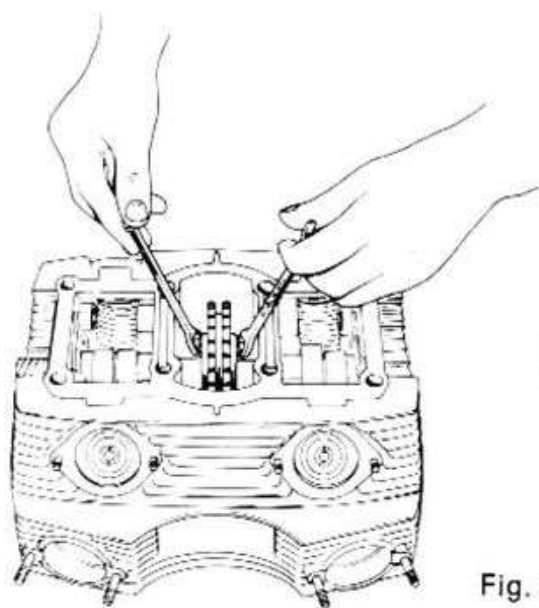
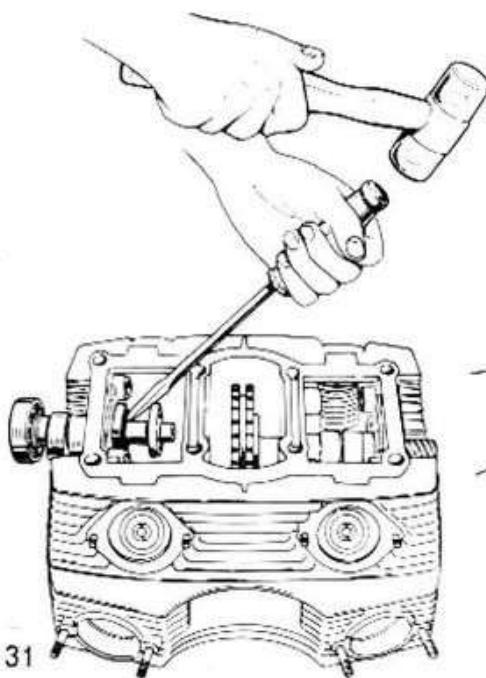

Fig. 30
Fig. 31
7) Svitare solo da un lato i dadi che bloccano la corona catena alle due flange (fig. 30) quindi battere sull'anello interno del cuscinetto come indica la fig. 31 in modo da staccare le due parti di cui è formato l'albero a cammes.